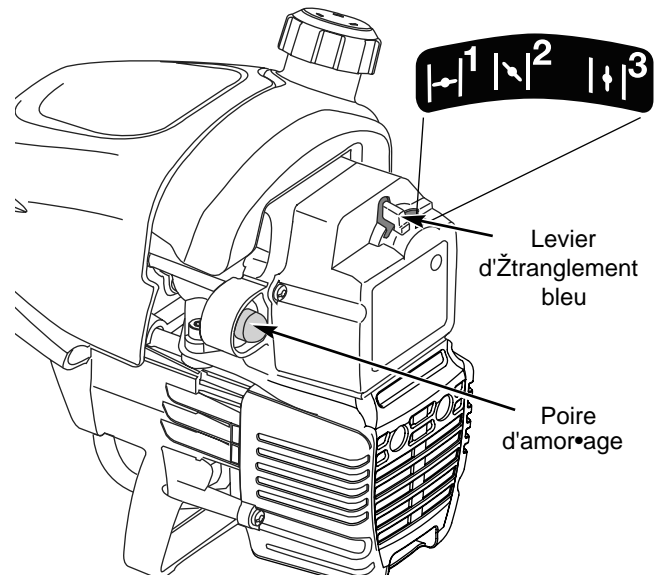

Fig. 10
2. Pressez et rel chez la poire d'amor age   10 reprises, lentement. Une certaine quantit  d'essence devrait  tre visible dans la poire d'amor age et les conduites d'essence (Fig. 10). Si vous n'apercevez pas d'essence dans la poire, pressez et rel chez la poire autant de fois qu'il le faut pour y voir de l'essence.
3. Placez le levier d' trangement bleu en position 1 (Fig. 10).
5. Placez le levier d' trangement bleu en position 2 (Fig. 10).
8. Placez le levier d' trangement bleu en position 3 (Fig. 10). La machine est pr te  tre utilis e.
**SI** le moteur h site, remettez le levier en position 2 (Fig. 10) et continuez   le chauffer.